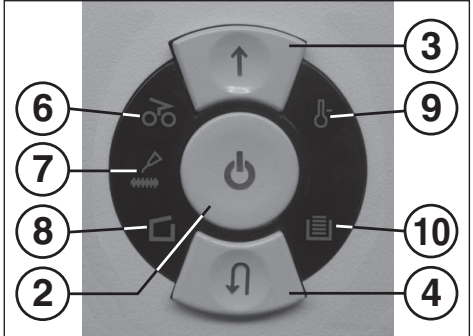

fig. 1
- 3 = **Touche de marche avant (fig. 1)**
- 4 = **Touche de marche arrière (fig. 1)**
- 6 = **Voyant de contrôle (fig. 1)**
- 7 = Voyant de contrôle (fig. 1)
- 8 = Voyant de contrôle (fig. 1)